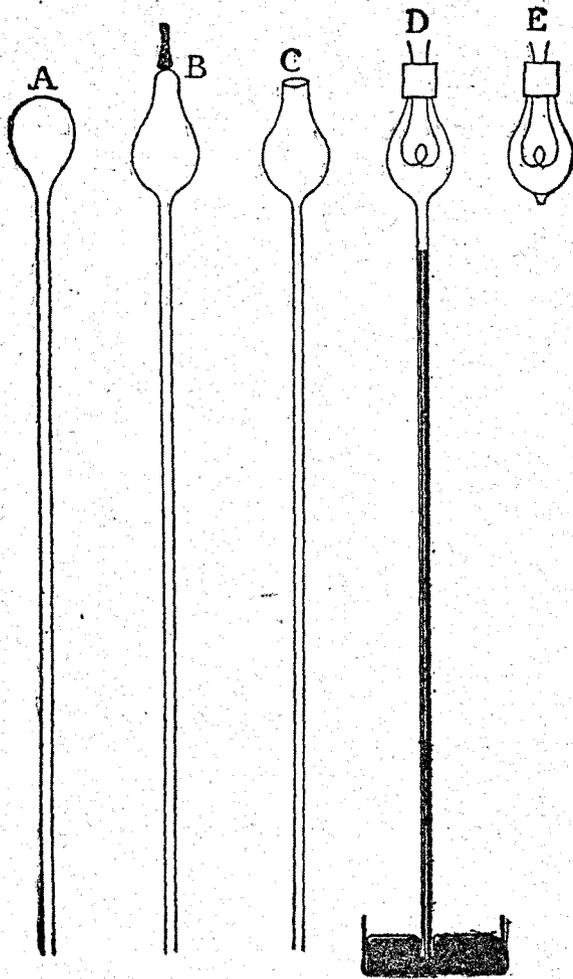

Fig. 401, Fabrication des lampes à incandescence.
Pour préparer l'ampoule, on prend un tube de verre ayant un mètre de long. On souffle une ampoule à une extrémité (fig. 401, A) comme on soufflerait une bouteille, le tube servant de canne. Avec un pontil, on allonge l'extrémité de cette ampoule, pendant qu'elle est encore molle, pour en faire un col (B). Puis, avec des ciseaux, on ouvre et l'on régularise l'ouverture qui doit être du diamètre de la garniture (C).